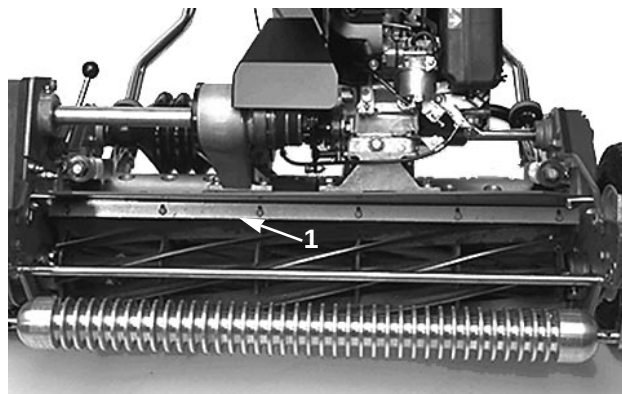

Fig. 11
1. Løsne skruene som holder øvre stang (fig. 11) til klippeenheten. Stikk et 1,5 mm følerblad mellom toppen av sylindren og stangen og trekk skruene til. Forviss deg om at det er like stor avstand mellom stangen og sylindren over hele lengden av sylindren.